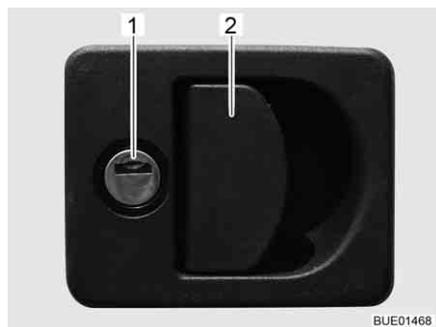

Fig. 37 Serratura dello sportello con impugnatura
- Inserire la chiave nel cilindro della serratura (Fig. 37,1) e ruotare di un quarto di giro. La serratura dello sportello è sbloccata.
- Tirare la maniglia della serratura (Fig. 37,2). In questo modo si apre lo sportello esterno.